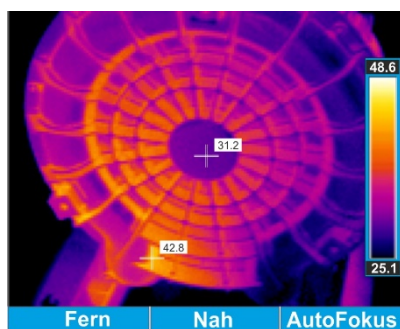
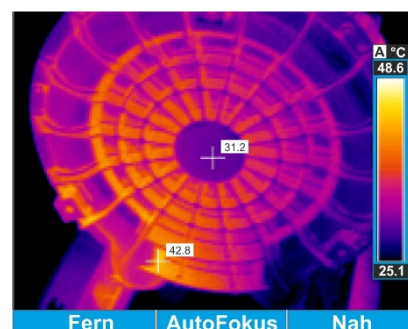

Abb. 2: Fokussierung (THT41,THT42,THT44)
Abb. 3: Fokussierung (THT40)
2. Drücken Sie die **F** Taste zum Aktivieren der Fokussierungs-Funktion. Die folgenden Menüs sind im Display vorgesehen (siehe Abb. 2 und Abb. 3)